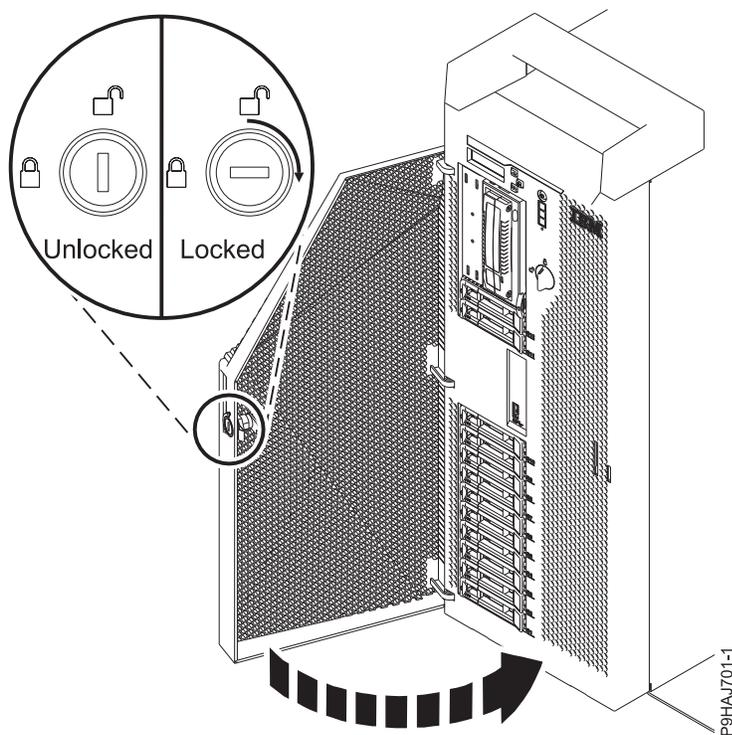

Figura 50. Bloqueando a porta frontal
5. Feche a porta frontal. Insira a chave da porta frontal na fechadura, como mostrado na Figura 50 na página 73. Gire a chave para a direita (sentido horário) para bloquear a porta. A horizontal está bloqueada; a vertical está desbloqueada.